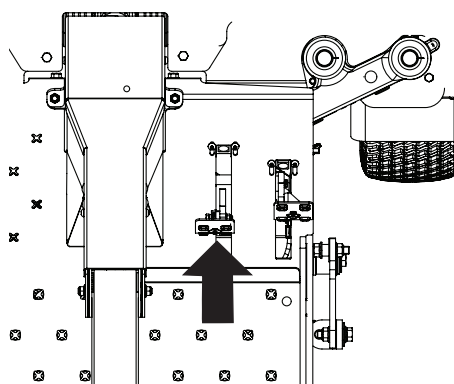

Fig. 28
1. Appuyez lentement sur la pédale de marche avant. La tondeuse commencera à avancer (Fig. 28).